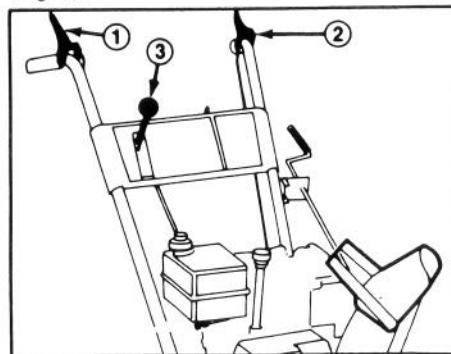

Figure 4
4. Mettez la sélecteur de vitesse en première (Fig. 4).